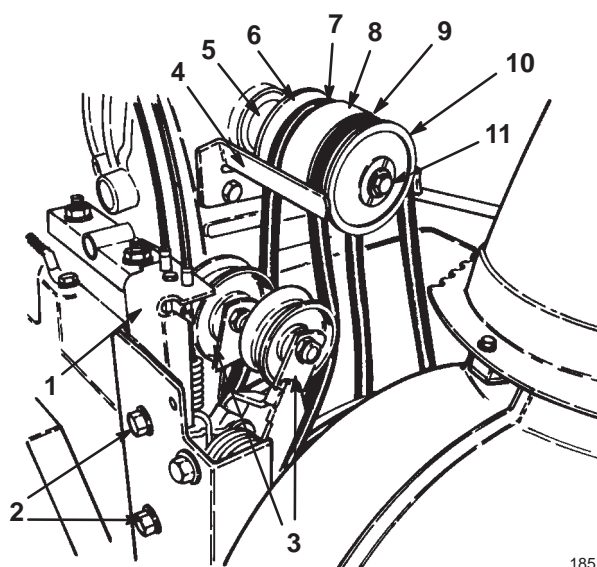

Figure 31
Si la courroie d'entraînement de tarière/turbine ou de transmission (Fig. 31) est usée, imbibée d'huile ou endommagée de quelque autre manière, remplacez-la par une courroie neuve.
5. Retirez les 2 boulons à collerette qui fixent l'ensemble poulies de tension au bâti du moteur et déposez l'ensemble poulies de tension (Fig. 31).
6. Enlevez le boulon et la rondelle de blocage qui fixent la demi-poulie à gorge à l'avant de l'ensemble poulies (Fig. 31).
7. Déposez la demi-poulie à gorge et la courroie d'entraînement de tarière/turbine hors du vilebrequin et déposez la courroie (Fig. 31).
**Remarque :** Vous pouvez déposer le guide de courroie et utiliser une pince à jointure ou une clé à tube sur le prolongement de poulie (Fig. 31) pour bloquer le vilebrequin pendant la procédure.
9. Si la courroie de transmission doit être remplacée, déposez la partie poulie centrale et la courroie du vilebrequin, puis déposez la courroie de la poulie (Fig. 31).
11. Placez la courroie de transmission aux roues sur la poulie de transmission inférieure et la poulie à gorge arrière, puis enfiler la partie poulie centrale sur le vilebrequin (Fig. 31).
13. Enfiler la poulie à gorge avant sur le vilebrequin (Fig. 31).
**Remarque :** Vous pouvez utiliser une pince à jointure ou une clé à tube sur le prolongement de poulie (Fig. 31) pour bloquer le vilebrequin pendant la procédure.
16. Installez l'ensemble poulies de tension sur le bâti du moteur et fixez-le avec les 2 boulons à collerette (Fig. 31).